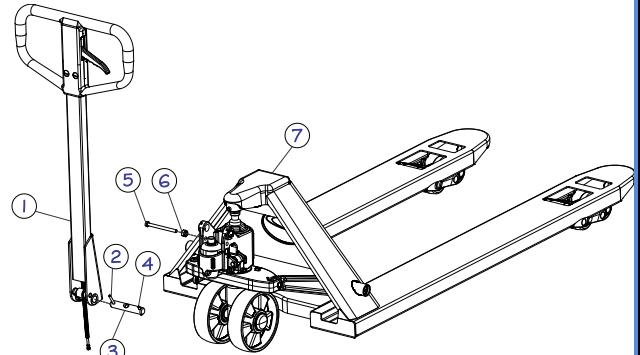

Figura 6 - Montagem da alavanca
Antes da montagem, identificar os 7 itens da ilustração ao lado (figura 6):
*Antes del montaje, identificar los 7 elementos de la ilustración al lado (figura 6):*
- Alavanca montada (1) / Palanca Montada
- Eixo da alavanca (3) /Eje de la Palanca
- Parafuso (5) / Tornillo
- Porca (6) / Puerca
- Chassi com bomba hidráulica (7) / Chasis con Bomba Hidráulica
- d) Abaixe a Alavanca(1) e retire o Parafuso(5) e porca(6, figura 6).
- d) Baja la palanca (1) y quitar el tornillo (5) y la tuerca (6, figura 6).